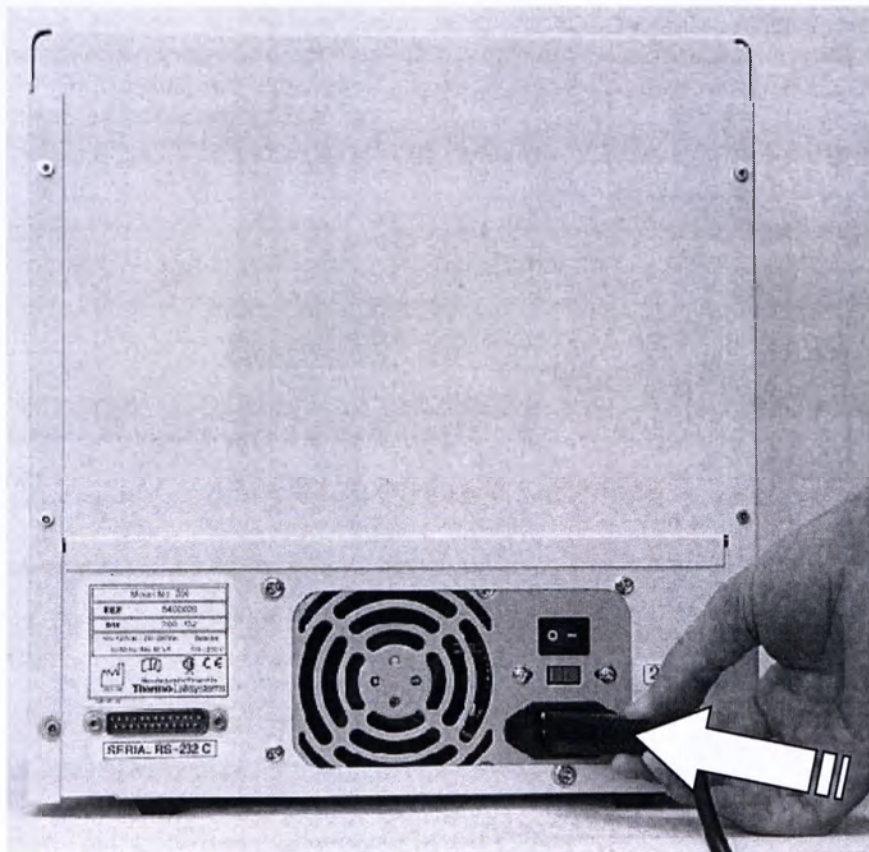

Рис. 5.3 Подсоединение сетевого кабеля
Подсоедините сетевой кабель к сетевому разъему в левом нижнем углу на задней панели прибора (Рис. 5.3). Если нужен не тот сетевой кабель, который поставляется с прибором, а какой-либо другой, используйте только кабели, сертифицированные местными уполномоченными органами. Перед подключением сетевого кабеля в сеть убедитесь, что сетевой переключатель напряжения (115/230 V) в левом нижнем углу на задней панели прибора (Рис. 4.3) установлен в положение, соответствующее величине напряжения в местной сети.
3. Выключите прибор (OFF) и отсоедините кабель электропитания (Рис.5.3).